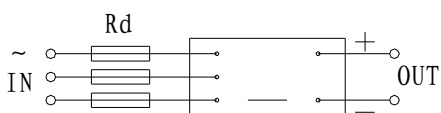

图19：三相整流模块
(1) 接线方法：快速熔断器接在模块的交流输入端，以三相整流模块和单相交流模块为例，见图19～